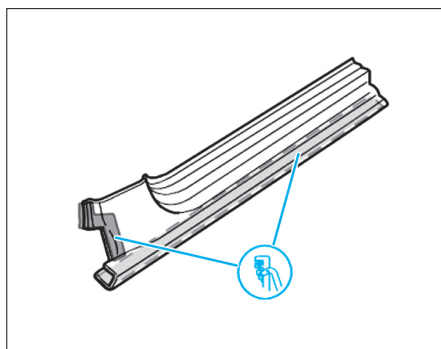

FIG. 68
- Perforer la pièce neuve (Fig.68).